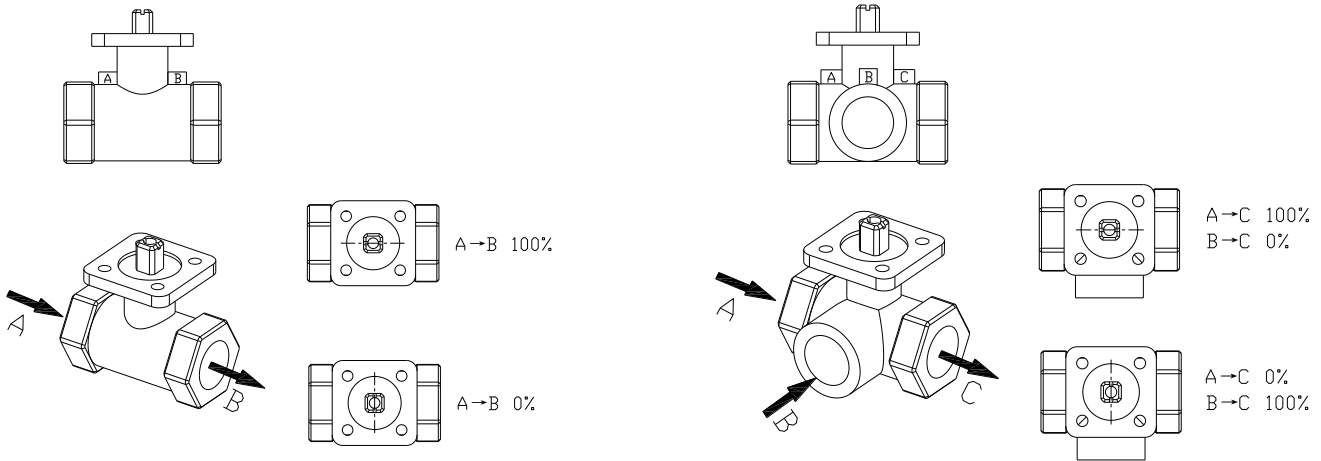

图 3
3. 如图 3 所示，二通阀体介质流向为 A→B，三通阀体流向为 A/B→C，安装时应注意介质流向，确保阀门正常工作。